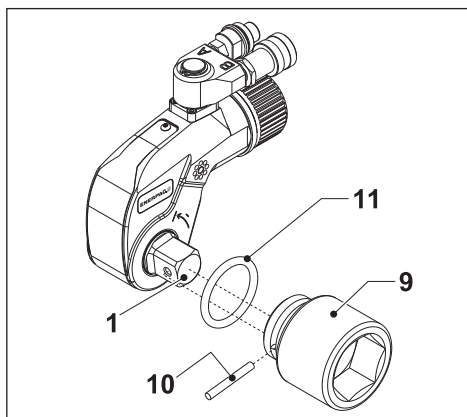
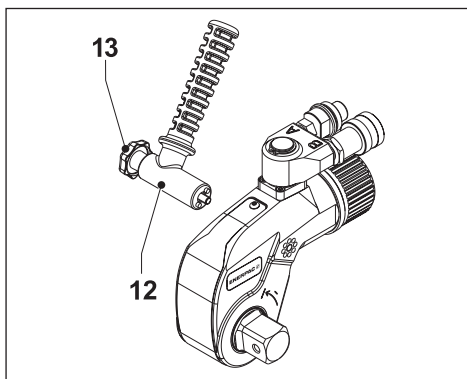
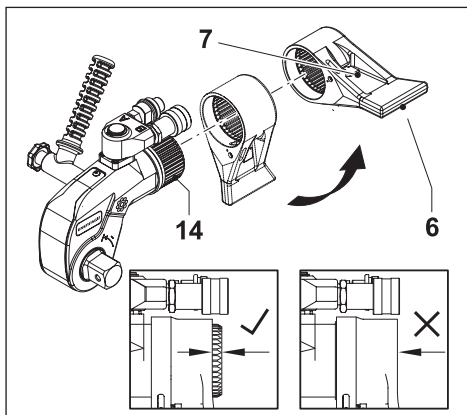

Fig. 4
Fig. 5
Fig. 6
3.4.1 Installere en sekskantpipe (Fig. 4)
- Plasser sekskantpipen (9) på drivtappen (1).
- Monter låsepinnen (10) og O-ringene (11).
3.4.2 Fjerne en sekskantpipe (Fig. 4)
- Fjern O-ringene (11) og låsepinnen (10).
- Fjern sekskantpipen (9) fra drivtappen (1).
3.5 Feste posisjoneringshåndtaket (Fig. 5)
- Fest posisjoneringshåndtaket (12) med skruen eller øyebolten (13 – avhengig av modell). Håndtaket kan monteres på begge sider av muttertrekkeren (etter behov).
3.6 Montere reaksjonsarmen (Fig. 6)